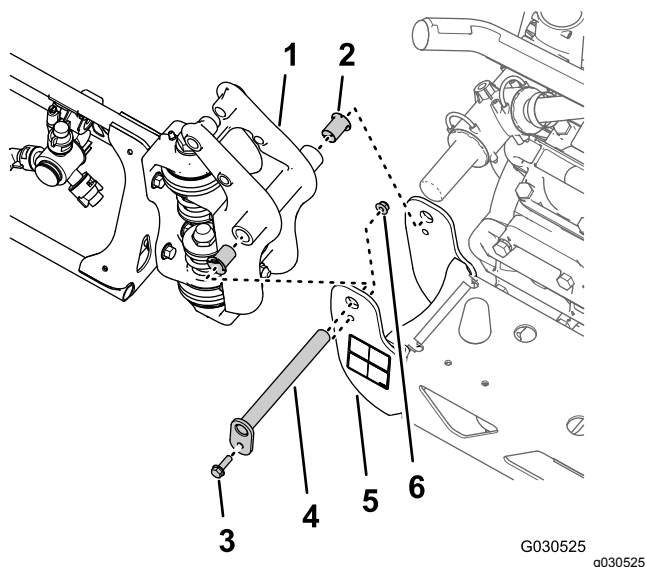

Рисунок 40
- Удалите фланцевый болт (5/16 x 1 дюйм) и фланцевую контргайку (5/16 дюйма), которые крепят ось поворота к кронштейну оси поворота (Рисунок 40).
2. Снимите ось поворота с кронштейна оси поворота средней секции опрыскивателя и с крепления оси поворота наружной секции опрыскивателя (Рисунок 40).
3. Отделите наружную секцию опрыскивателя от средней секции опрыскивателя и снимите наружную секцию с машины (Рисунок 40).
4. Снимите 2 нейлоновые фланцевые втулки с крепления оси поворота наружной секции опрыскивателя (Рисунок 40).